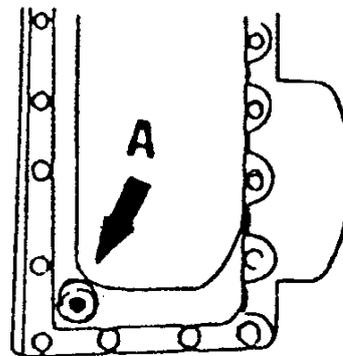

Abb. 23
Durch herausdrehen der Ablassschraube (A), am unteren Ende des Mähbalkens unter dem ersten Mähmesser (Abb. 23), Öl ablassen. (Öl mit dafür vorgesehenen Behältern auffangen und ordnungsgemäß entsorgen!) Ablassschraube wieder eindrehen und durch Öleinfüllöffnung (F) angegebene Ölmenge einfüllen.